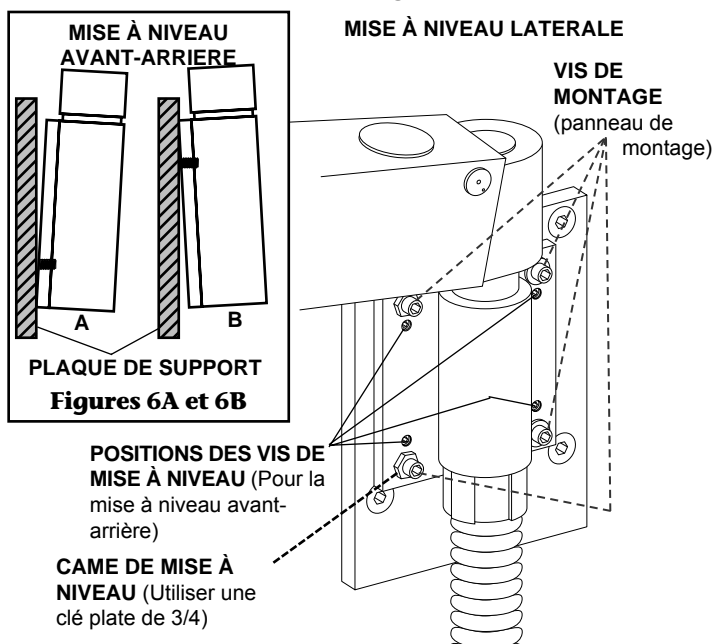

Figure 6. Mise à niveau de l'unit mural
L'unit est fourni avec deux vis de mise à niveau. Elles se trouvent dans les trous de vis supérieurs ou inférieurs (voir la Figure 6).
3. A l'aide d'une clé plate de 3/4, tourner délicatement la came de mise à niveau (voir la Figure 6) jusqu'à ce que la surface de travail soit horizontale.